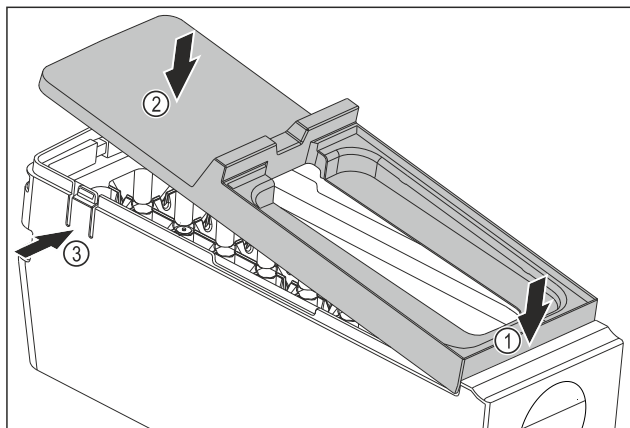

Fig. 107
- Monter le couvercle du corps de l'EasyTwist-Ice : Placer le couvercle à l'avant. Fig. 107 (1)
- Abaisser le couvercle à l'arrière. Fig. 107 (2)
- L'enclenchement du couvercle dans les deux languettes Fig. 107 (3) se fait entendre.